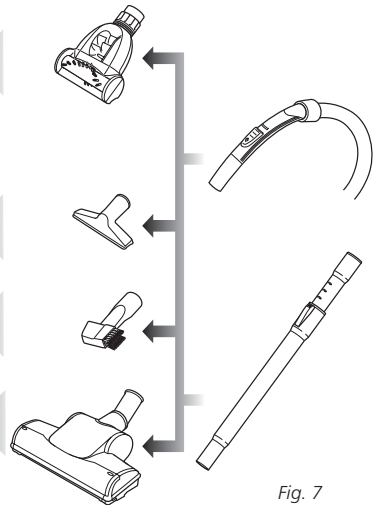

Fig. 7
- 1 Pour les endroits difficiles à atteindre, poussez fermement l'accessoire désiré sur l'extrémité, soit de la poignée du boyau flexible ou du tube télescopique. (Fig. 7)